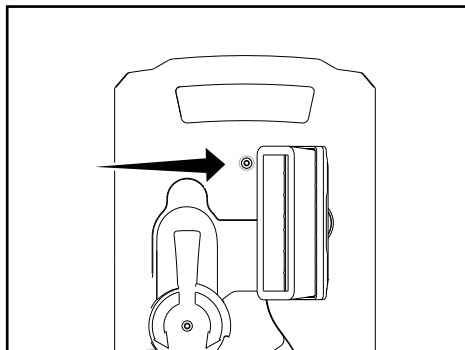
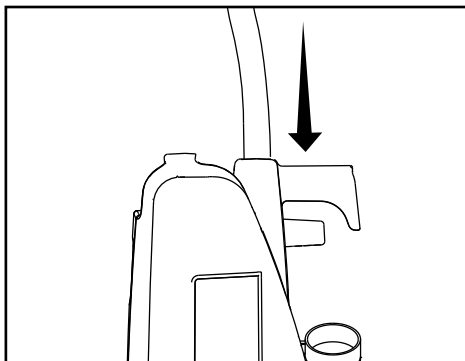

Fig. 1
Fig. 2
- Quite el tornillo de la manija ubicado en la parte trasera de la aspiradora (Fig. 1). Inserte la manija hacia abajo en el cuerpo de la aspiradora (Fig. 2). Inserte el tornillo y ajústelo.